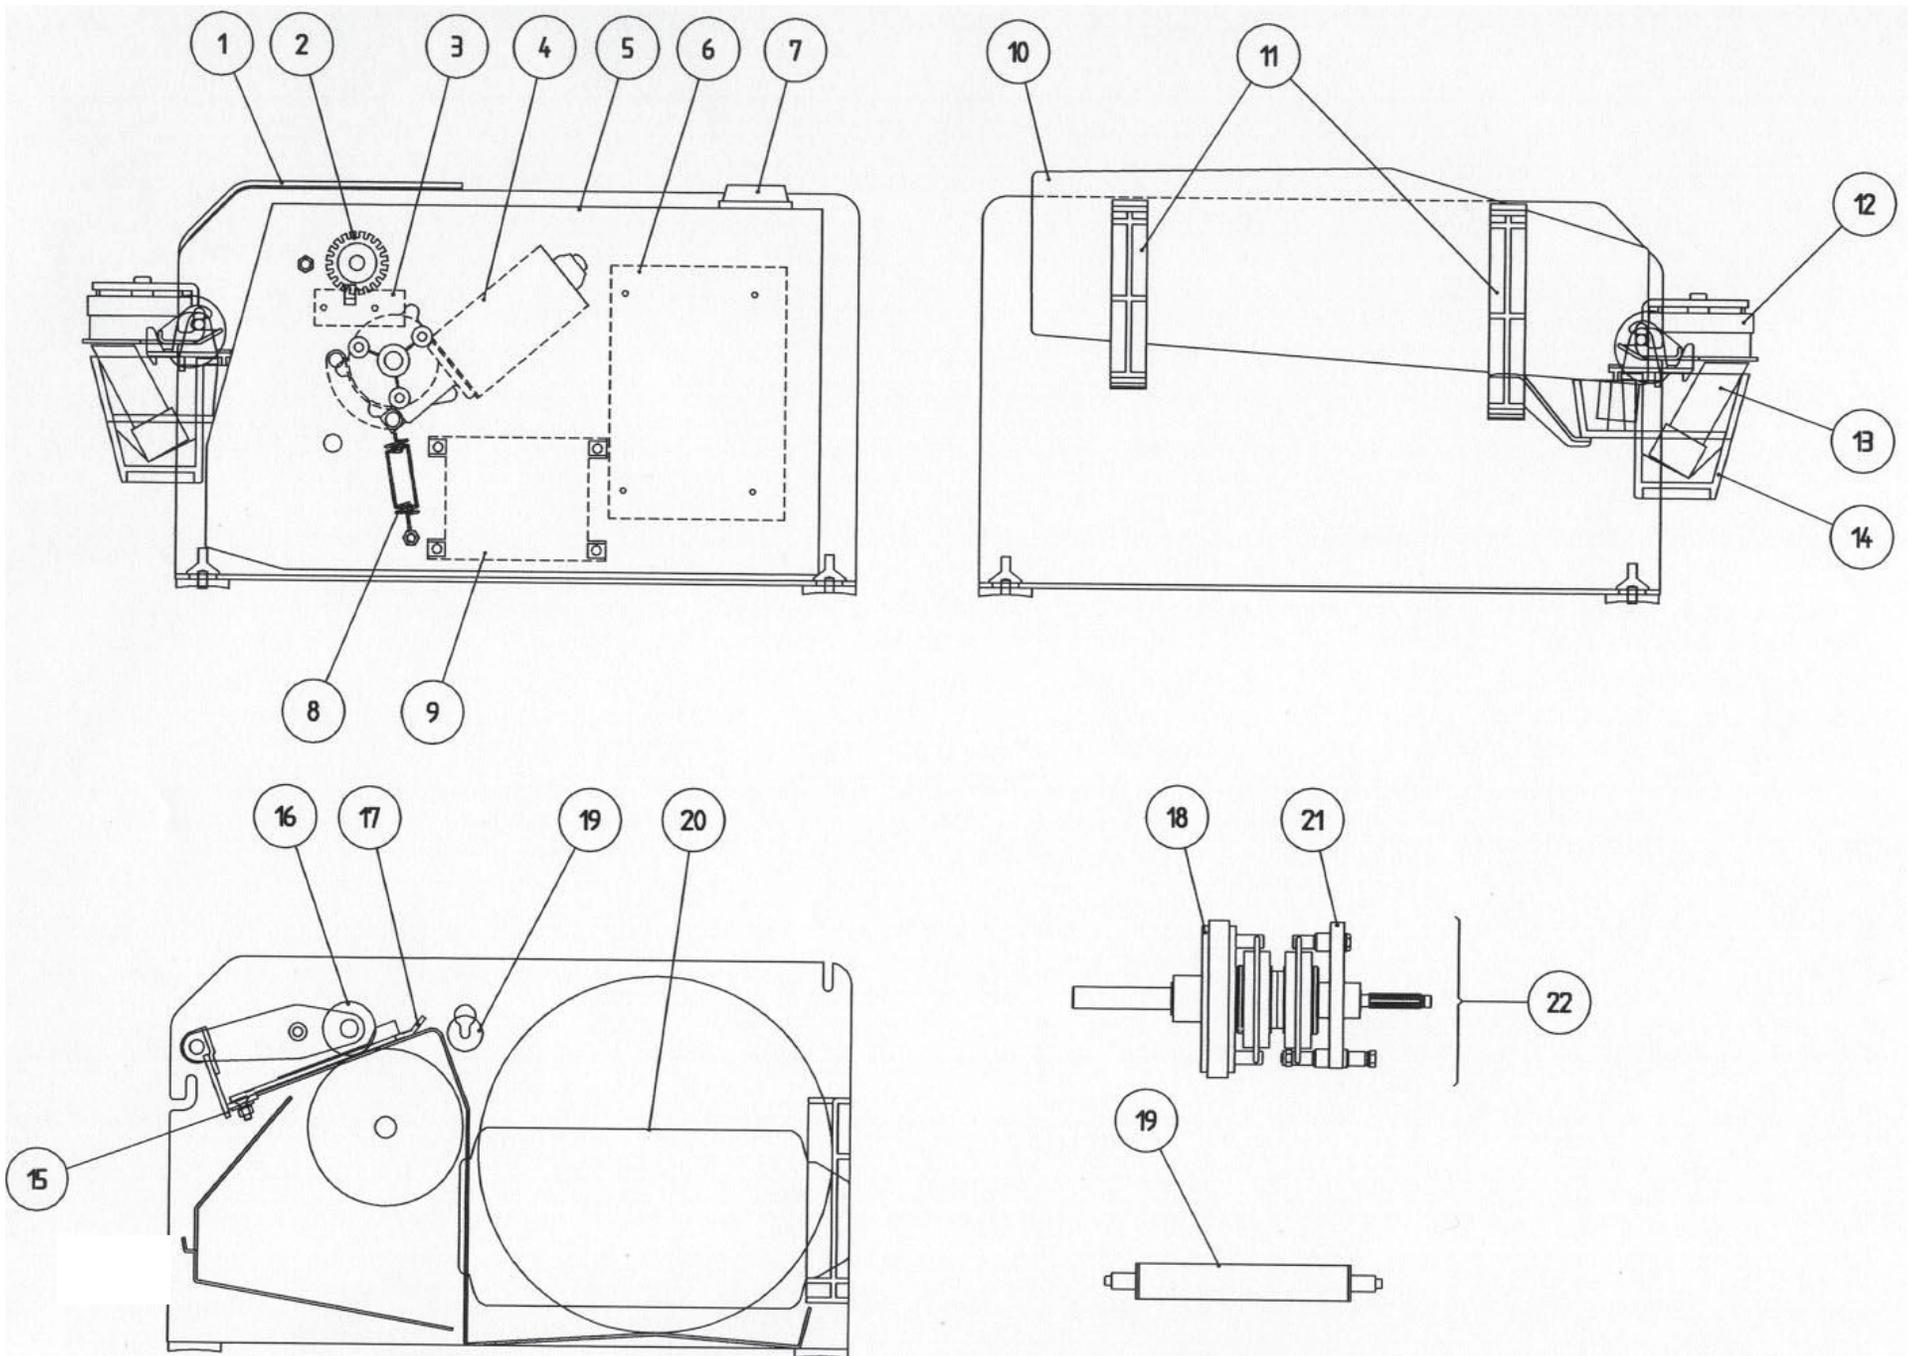

Fig. 9
**RICAMBI (Fig. 9 pag. 11)**
**SPARE PART LIST (Fig. 9 page 11)**
**ENZELTEILELISTE (Fig. 9 Seite 11)**
**LISTE DES PIÈCES DE RECHANGE (Fig. 9 page 11)**